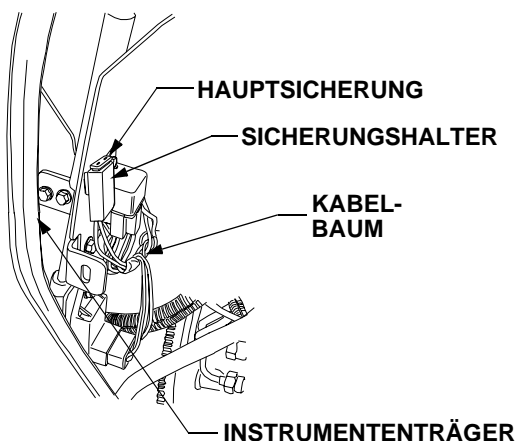

Abbildung 42
- Den Sicherungshalter vor dem Querblech, direkt rechts an der Innenseite des Instrumententrägers. Siehe Abbildung 42.